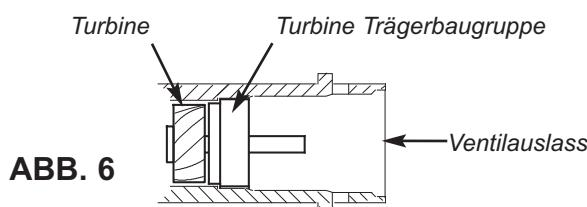

ABB. 6
9. Sicherstellen, dass die Turbinenbaugruppe sich frei im "Ausgangs-Port des Ventils dreht (siehe Abbildung 6).